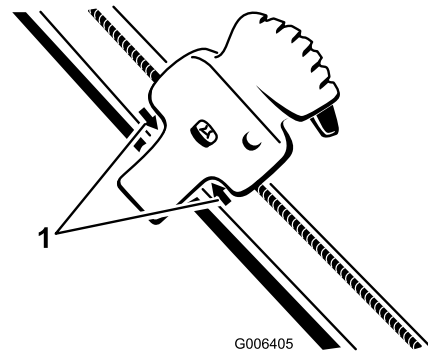

Bild 32
2. Positionieren Sie das Quick Shoot Bedienelement zwischen den beiden Pfeilen an der rechten Seite des oberen Griffs (Bild 32).